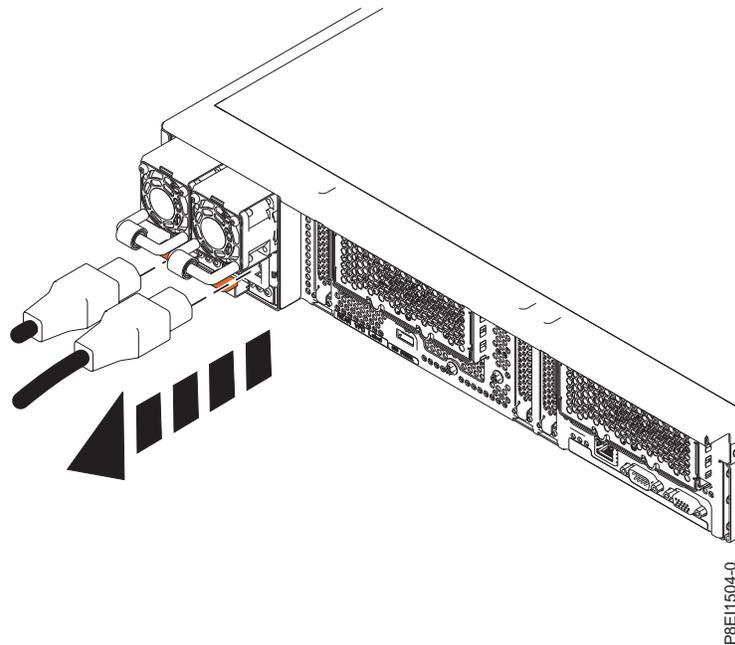

Figura 51. Desconectando o cabo de energia da fonte de alimentação
- a. Etiquete o cabo de energia e, em seguida, tire a fita de velcro para liberar o cabo de energia da alça da fonte de alimentação. Consulte Figura 51 na página 54.